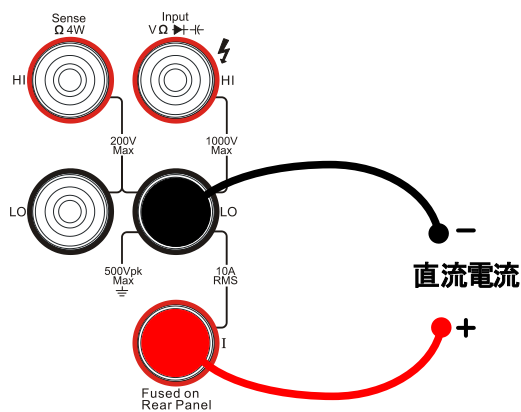

図 2-11 結線図
- 図 2-11 のように付属の赤色テストリード線を「Input I」端子に、黒色テストリード線を「Input LO」端子に接続します。